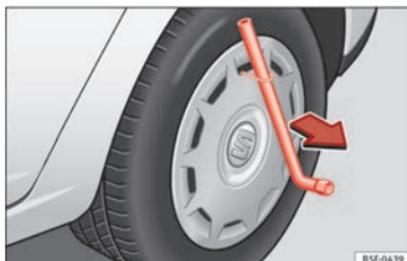

Abb. 69 Die Radvollblende vom Rad abnehmen.
- Ziehen Sie die Radvollblende mit dem Drahtbügel ab » » **Abb. 69**.